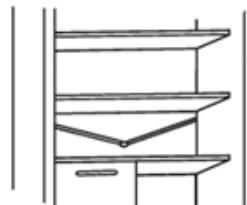

Fig. 19
- Содержите дренажную трубку (рис. 19) в чистоте, чтобы она не заполнялась водой.